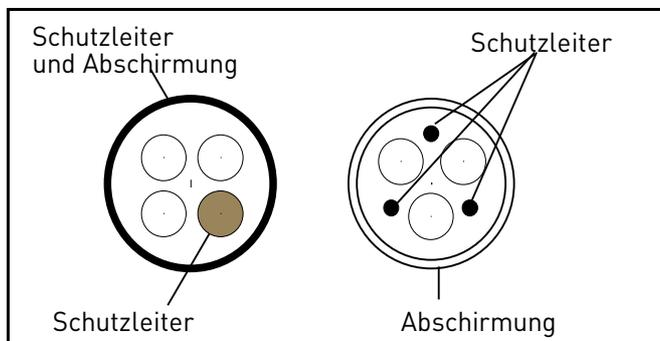

Abbildung 19. Beispiel mit 3-phasigem Kabel.
- 2 = Symmetrisches Stromkabel mit konzentrischem Schutzleiter und passend für die spezifische Netzspannung. (MCMK oder ähnliches empfohlen). Siehe Abbildung 19.
- 3 = Symmetrisches Stromkabel mit kompaktem, niederohmigem Schirm und passend für die spezifische Netzspannung. [MCCMK, EMCCK oder ähnliches empfohlen; Empfohlene Transferimpedanz des Kabels (1...30MHz) max. 100mohm/m]. Siehe Abbildung 19. \*360°-Erdung des Schirms mit Kabelverschraubungen auf der Motorseite erforderlich für EMV-Kategorie C1 und C2.